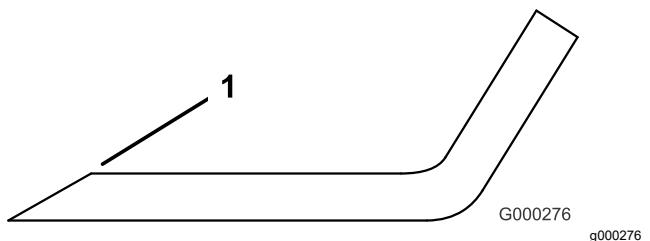

**Figura 98**
2. Examine cuidadosamente los extremos de corte de la cuchilla, sobre todo en el punto de reunión entre la parte plana y la parte curva de la cuchilla (Figura 98).
**Nota:** Puesto que la arena y cualquier material abrasivo pueden desgastar el metal que conecta las partes curva y plana de la cuchilla, compruebe la cuchilla antes de utilizar la segadora. Si se aprecia desgaste (Figura 98), cambie la cuchilla.